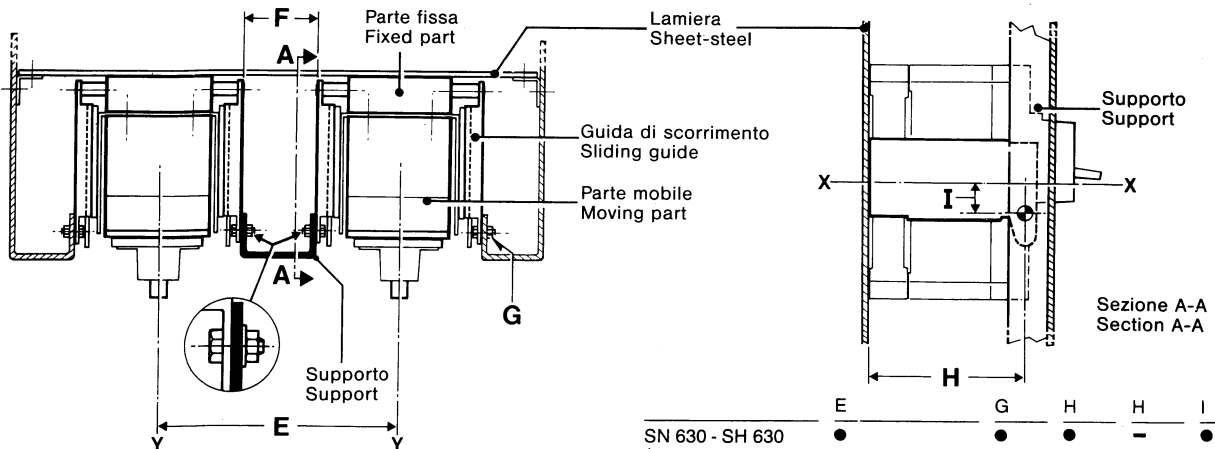

Fig. 5
Per evitare distorsioni delle guide della parte fissa degli interruttori sezionabili, è necessario imbullonare le guide stesse ad appositi supporti oppure in caso di montaggio in cella, alle relative pareti laterali. Nel caso di interruttori montati affiancati (vedere fig. 5), le guide devono essere imbullonate anche ad un apposito sostegno interposto tra i due interruttori e opportunamente vincolato alla struttura della cella stessa.
For circuit-breakers mounted side by side (see fig. 5), the guides must also be bolted to a special support placed between the two circuit-breakers and suitably fixed to the compartment structure. The overall dimensions of this support (F) must be taken into consideration to establish the minimum center to center spacing between the two draw-out circuit-breakers mounted side by side.